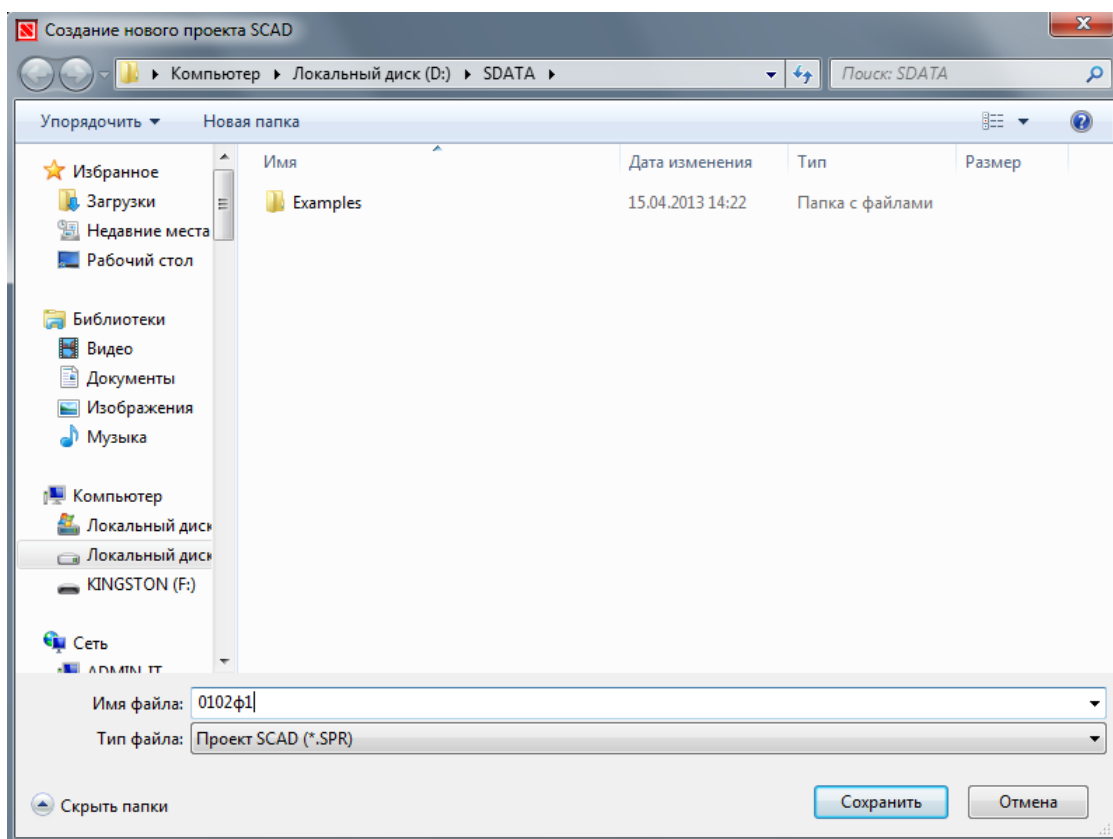

Рисунок 1.4- Диалоговое окно для сохранения файла с новым проектом
3. Далее для сохранения введенных данных о новом проекте курсор в диалоговом окне подводится к кнопке ОК и нажимается левая кнопка мыши. На экране появится окно Создание нового проекта SCAD, где в поле Имя файла необходимо ввести имя файла, содержащего будущий проект SCAD и нажать кнопку Сохранить (рис. 1.4). При этом файл будет сохранен (по умолчанию) в папке SDATE на диске С.